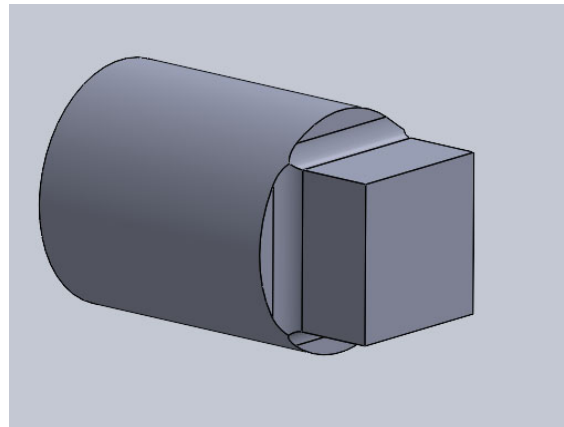

Fig 1. Mecanitzat d'un Cub en la fresadora
6. Si es vol mecanitzar en una màquina-eina (fresadora) una peça amb 4 plans a 90°, és a dir ,un cub en un eix cilíndric, veure Fig 1, i ens diuen que el nostre aparell divisor té una Constant $K = a 40$. Quantes voltes li hem de donar a la manovella del aparell divisor per fer la tasca correctament?